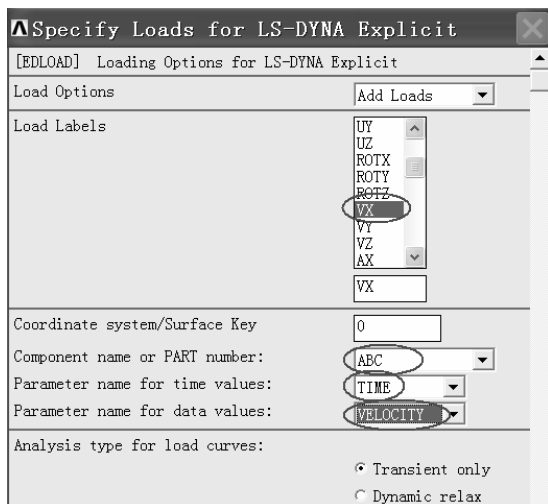

图 5-21 “Specify Loads for LS-DYNA Explicit” 窗口
(1) 依次选择 Main Menu>Preprocessor>LS-DYNA Options>Loading Options>Specify Loads, 弹出“Specify Loads for LS-DYNA Explicit”窗口(见图 5-21)。
(2) 在该窗口“Load Labels”后的方框中选择“VX”, 在“Component name or PART number:”后选择“ABC”, 在“Parameter name for time values:”后选择“TIME”, 在“Parameter name for data values:”后选择“VELOCITY”, 然后单击“OK”按钮。